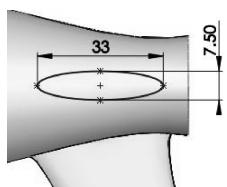
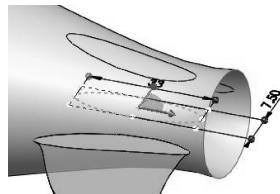

图 4-64 绘制草图 5
图 4-65 分割曲面
- 23 在上视基准面绘制草图 5，如图 4-64 所示。利用【分割线】工具，将旋转曲面分割，如图 4-65 所示。